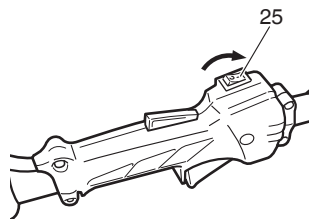

Fig. 15
- (1) Placez l'interrupteur de marche/arrêt (25) en position "marche" (ON). (Fig. 15)